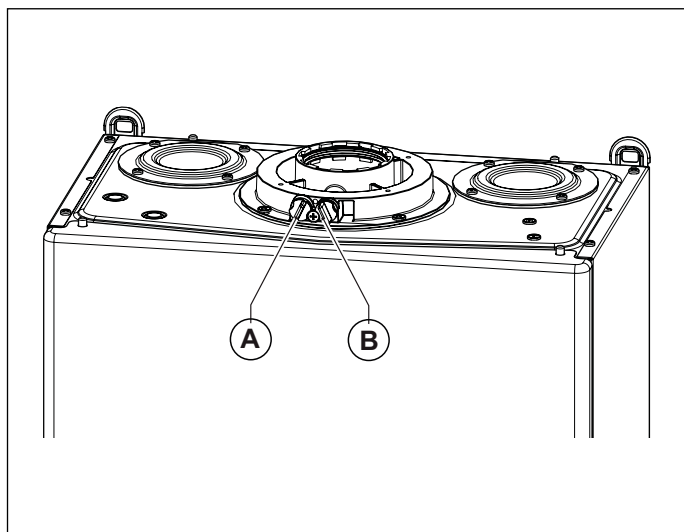
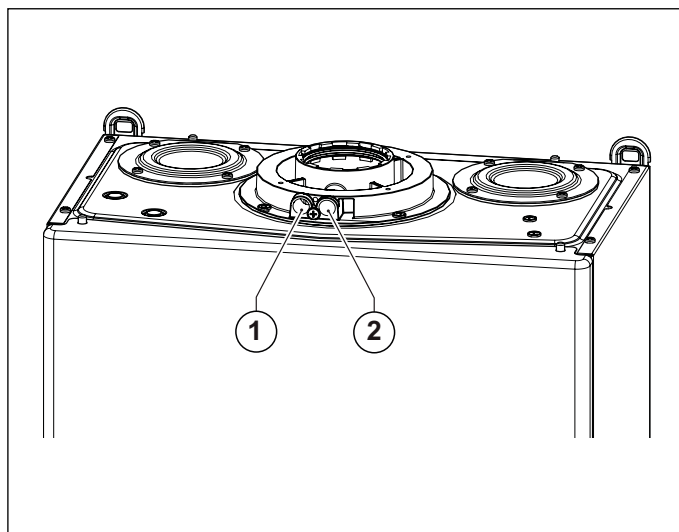

Fig. 15 Posizione tappi
Fig. 16 Posizione fori
La caldaia è provvista di una torretta per il collegamento della tubazioni di aspirazioni aria/scarico fumi (vedi Fig. 15 Posizione tappi e Fig. 16 Posizione fori).
Nella torretta sono stati predisposti dei fori per l'accesso diretto all'aria comburente ed allo scarico dei fumi (vedi Fig. 16 Posizione fori).
Prima di effettuare le misurazioni togliere i tappi **A** e **B** dai fori predisposti sulla torretta (vedi Fig. 15 Posizione tappi).
- misura dell'aria comburente prelevata nell'apposito foro **1** (vedi Fig. 16 Posizione fori).
- misura della temperatura fumi e della CO₂ prelevata nell' apposito foro **2** (vedi Fig. 16 Posizione fori).